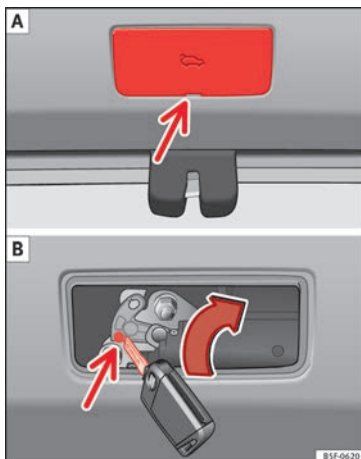

Fig. 7 Detalle del maletero: acceso al desbloqueo de emergencia.
- Retire la tapa insertando un destornillador en la ranura » » » **fig. 7 A.**
- Introduzca la llave en el orificio previsto y gírela en el sentido de la flecha hasta liberar el pestillo » » » **fig. 7 B.**